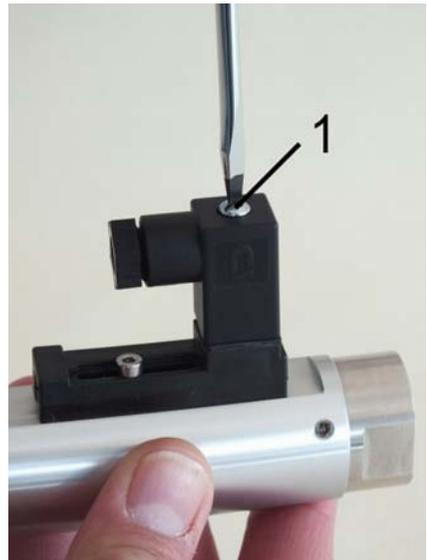

Abb. 19: Steckerdose lösen
1. ► Befestigungsschraube (Abb. 19/1) von der Steckerdose lösen
9. ➤ Steckerdose auf Gerätestecker stecken und Befestigungsschraube (Abb. 19/1) anziehen